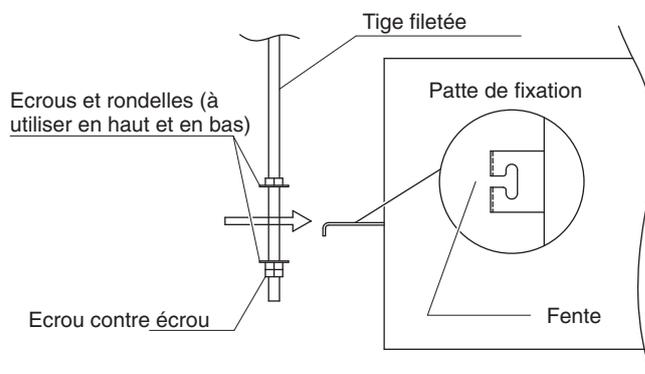

Fig. 3-86
- (3) Passez les 3 écrous hexagonaux et les 2 rondelles (fourniture chantier) sur chacune des 4 tiges filetées comme illustré sur les figures 3-86 et 3-87. Utilisez 1 écrou et 1 rondelle pour la partie supérieure et 2 écrous et 1 rondelle pour la partie inférieure afin que l'unité ne se décroche pas des pattes de fixation.